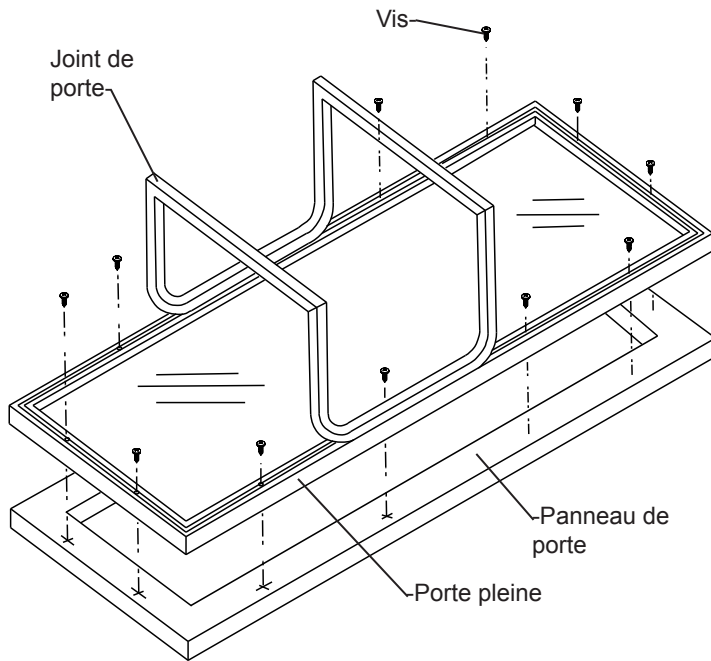

Figure 25
1. Enlevez le joint de l'avant de porte (Voyez la Figure 25). Pour cela, sortez-le du canal qui le retient sur l'avant de porte. Cela va exposer les trous de traversée pour le montage du panneau de revêtement personnalisé (Voyez la Figure 25).
2. Mettez la porte sur le panneau de revêtement et alignez les bords (Voyez la Figure 25). Maintenez le panneau en position et marquez l'emplacement des avant-trous. Récupérez la taille requise des avant-trous dans le Tableau E ci-dessous, et percez-les en vous assurant de ne pas traverser complètement le panneau de revêtement.